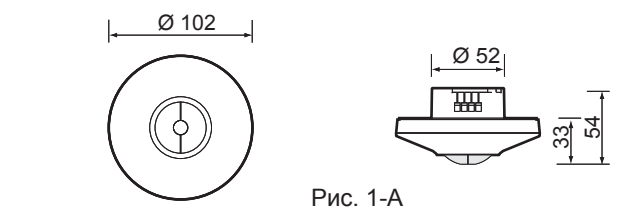

Рис. 1-A
- Ø 102 x 54 мм (см. рис. 1-A)